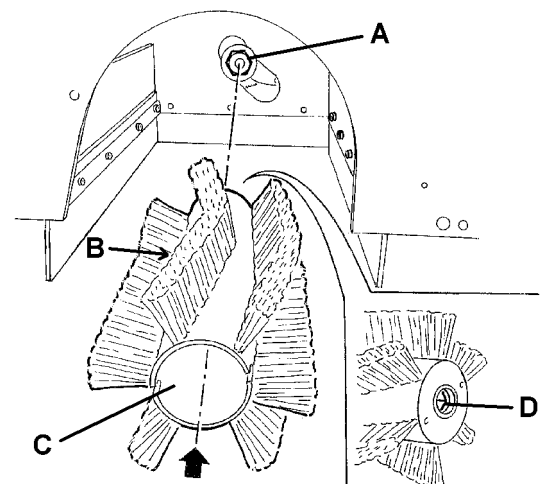

Abbildung 8
8. Prüfen, dass die Nabe (A, Abb. 8) frei von Schmutz und Gegenständen (Leinen, Lappen, usw.) ist, die zufällig aufgerollt wurden.
9. Die neue Hauptkehrwalze einbauen, durch Stellen der Borsten (B, Abb. 8) wie es in Abbildung dargestellt ist.
10. Die neue Hauptkehrwalze (C, Abb. 8) in die Maschine einsetzen und sicherstellen, dass die Einrastvorrichtung (D) in die entsprechende Nabe (A) eingefügt wird.